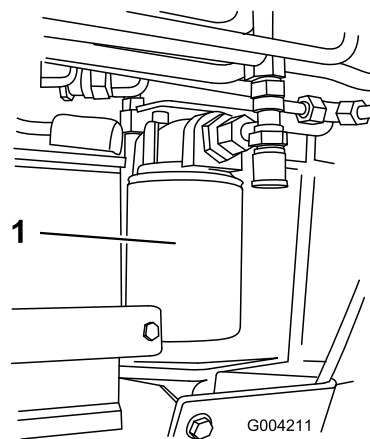

Figure 58
4. Placez un bac de vidange sous le filtre (Figure 58).
5. Enlevez le filtre à huile usagé (Figure 58) et essuyez la surface du joint de l'adaptateur.
7. Montez le filtre de rechange sur l'adaptateur (Figure 58). Tournez le filtre dans le sens horaire jusqu'à ce que le joint rejoigne l'adaptateur, puis donnez 3/4 de tour supplémentaire.